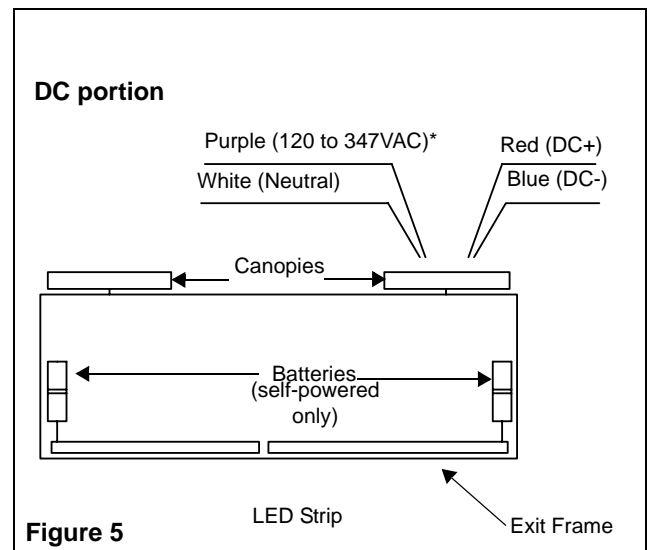

Figure 5
5. Make the proper connections. On the standard universal model, our unit accepts an input voltage of 120 VAC to 347 VAC (see fig. 5).
Refer to fig. 5 for AC & DC wiring.
6. Effectuer les connexions nécessaires, notre modèle universel standard peut recevoir un courant de 120 à 347 VCA (voir fig 5).
Se rapporter au câblage CA et CC de la figure 5.